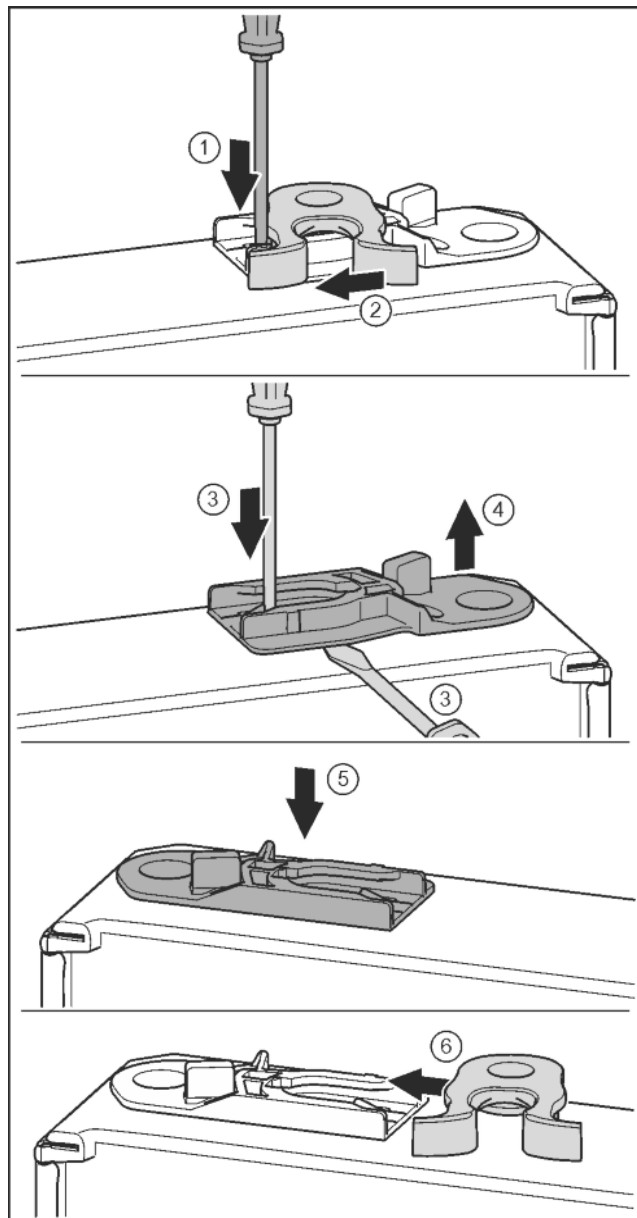

Fig. 18
- Ar skrūvgriezi spiediet uz leju mēlīti. Fig. 18 (1)
- Izvelciet aizvēršanas āķi no vadīklas. Fig. 18 (2)
- Izvelciet vadošo ieliktni: ar skrūvgriezi spiediet mēlīti un vienlaikus ar skrūvgriezi virziet zem vadošā ieliktna. Fig. 18 (3, 4)
- Piegādes komplektācijā klātpievienoto vadošo ieliktni iebīdīdiet ierīces otrajā pusē. Fig. 18 (5)
- Iebīdīdiet aizvēršanas āķi vadīklā. Fig. 18 (6)